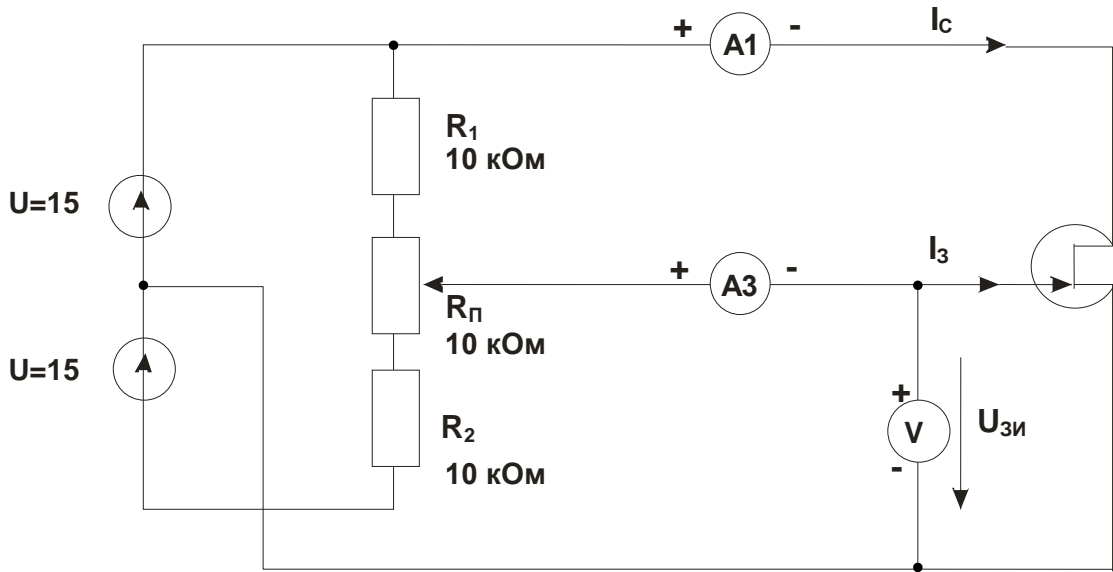

Рис. 5.3.1
- Соберите цепь согласно схеме (рис. 5.3.1) и установите поочередно значения напряжения затвор / исток $U_{зи}$, указанные в табл. 5.3.1. Измерьте виртуальными приборами или мультиметрами соответствующие значения токов затвора $I_з$ и стока I_C и занесите их в табл.5.3.1.